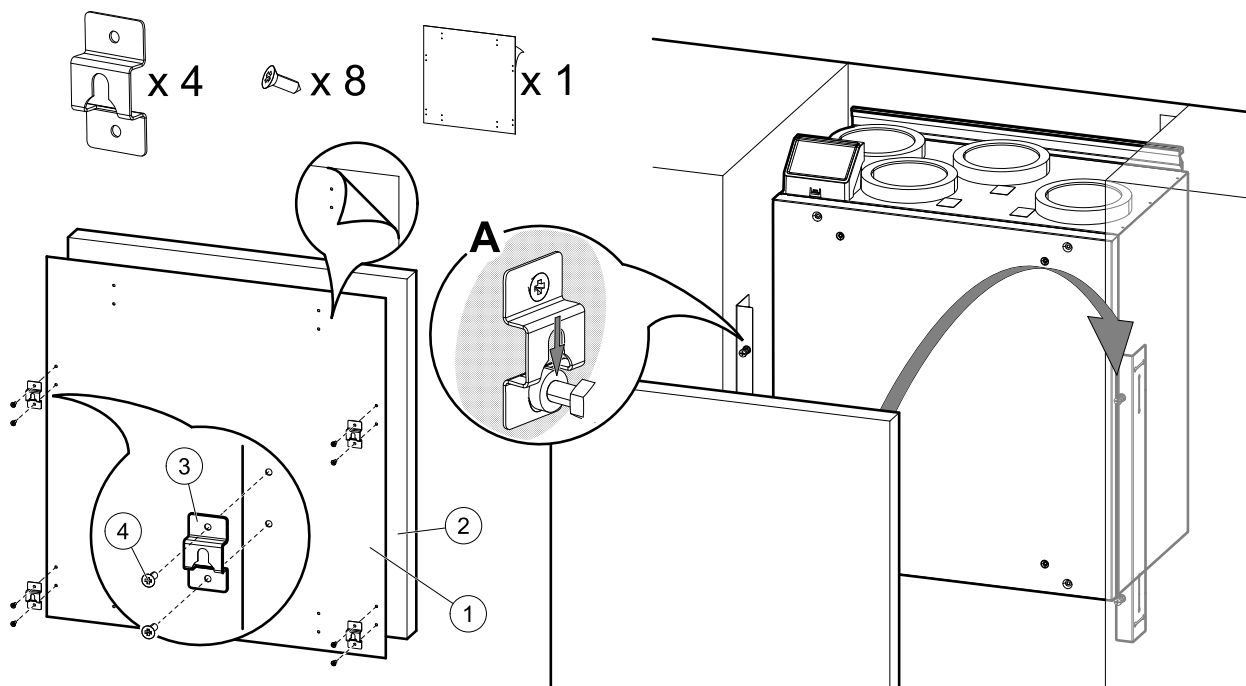

Bild 15 Installation der Modulhaken und Einbau der Frontplatte
2. Befestigen Sie die vier Modulhaken an den Ecken der Frontblende des Küchenmöbels. Aufkleber mit Markierung der Löcher (Abbildung 15, Pos. 1) ist im Lieferumfang enthalten. Die markierten Löcher sind zur Kennzeichnung der Position für die Schrauben zur Befestigung der Modulhaken. Den Aufkleber auf die Rückseite der Frontblende des Küchenmöbels kleben, Abbildung 15, Pos. 2). Die Größe des Aufklebers entspricht der des Gerätes. Falls die Frontblende größer als der Aufkleber ist, markieren Sie manuell die Abstände zu den Ecke.
Wenn die richtige Position gefunden ist, befestigen Sie die vier Modulhaken (Abbildung 15, Pos. 3) mit je zwei Schrauben (Abbildung 15, Pos. 4). Hängen Sie die Frontplatte des Küchenmöbels an die vorstehenden Schrauben (Abbildung 15, Pos. A).